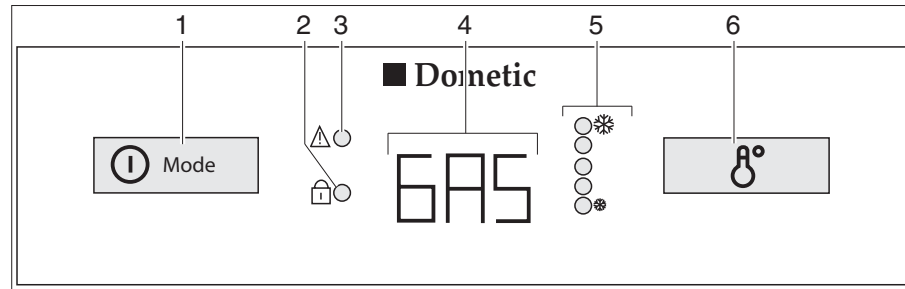

Bild 272 Bedienelemente für den Kühlschrank (Dometic 8er-Reihe mit AES)
Bei Störungen blinkt die Anzeige-LED Störung "⚠" (Bild 272,3).
Wenn die 230-V-Versorgung **nicht** angeschlossen und der Fahrzeugmotor **ausgeschaltet** ist, wählt das AES die Gasversorgung. Beim Anwählen des Gasbetriebs wird die Zündsicherung automatisch geöffnet, so dass Gas zum Brenner strömen kann. Gleichzeitig wird der elektronische Zünder eingeschaltet. Erlischt die Gasflamme, z. B. durch einen Luftzug, wird der Zünder sofort aktiviert und zündet das Gas wieder an. Bei Störung im Gasbetrieb blinkt in der Betriebsanzeige (Bild 272,4) der Text "GAS".
Nach dem Einschalten wählt der Kühlschrank automatisch die mittlere Thermostateinstellung. Diese Einstellung kann manuell mit dem Schalter für die Temperatureinstellung (Bild 272,6) nachgeregelt werden. Die Anzeige-LEDs (Bild 272,5) zeigen die gewählte Thermostateinstellung an. Mit dem Schalter wird die Kühltemperatur für alle drei Energiearten eingestellt. Es dauert einige Stunden, bis der Kühlschrank die normale Betriebstemperatur erreicht hat. Beim Umschalten der Betriebsart wird die Thermostateinstellung beibehalten. Die Kühltemperatur wird unabhängig von der Energieart beibehalten.
- Den Einschalter/Energie-Wahlschalter (Bild 272,1) 2 Sekunden lang drücken, um das Gerät einzuschalten. Die zuletzt gewählte Betriebsart wird in der Betriebsanzeige (Bild 272,4) angezeigt.
- Mit dem Einschalter/Energie-Wahlschalter (Bild 272,1) die Energieart wählen.
- Die Kühltemperatur am Schalter für Temperatureinstellung (Bild 272,6) einstellen. Die Anzeige-LEDs (Bild 272,5) zeigen die gewählte Thermostat-Einstellung.
- Den Einschalter/Energie-Wahlschalter (Bild 272,1) 2 Sekunden lang drücken. Alle Anzeigen erlöschen.